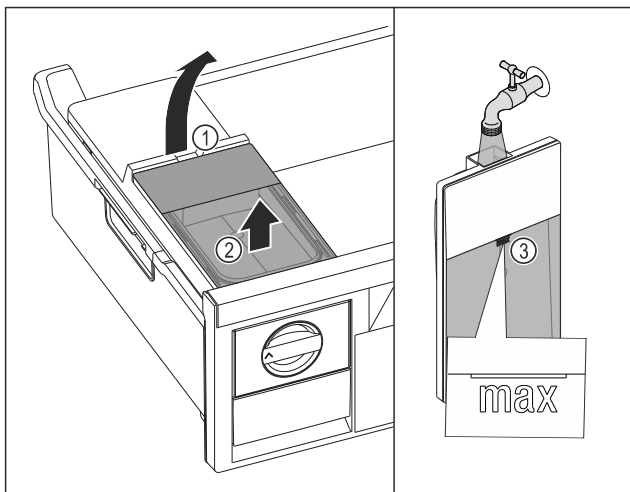

Fig. 98
- ▶ Zvedněte nádržku na vodu za vybrání Fig. 98 (1).
- ▶ Vyměte nádržku na vodu nahoru. Fig. 98 (2)
- ▶ Naplňte nádržku na vodu pitnou vodou až po značku Fig. 98 (3).